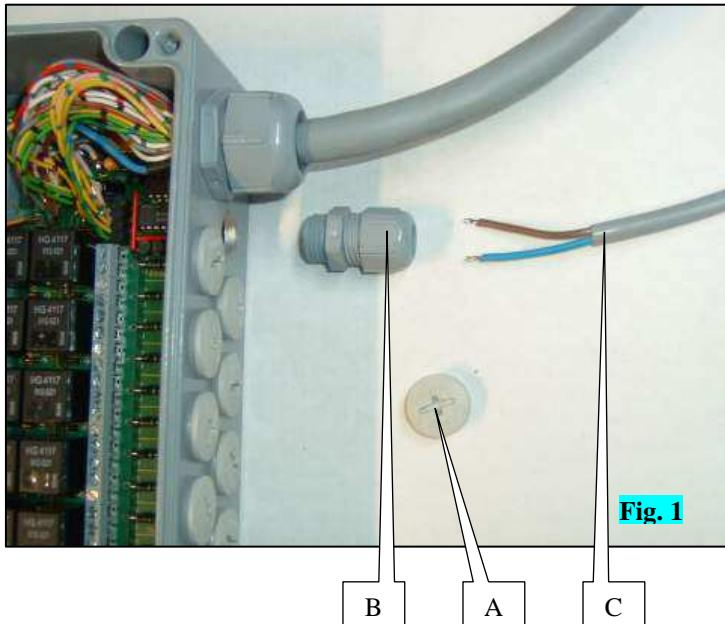

Fig. 1
- Bevestig de steun A (fig. 1) met behulp van de flens op het frame van het zaaimachine C (fig. 1), zo dicht mogelijk bij het midden van de zaaimachine.
- Bevestigen de aansluitdoos B (fig. 1) op de steun.
Iedere celkabel is uitgerust met een stekker voor in de leidingbus. De stekkers E van de leidingbus aan te sluiten op de cellen zijn vierwegstekkers en de kabels van de leidingbus zijn genummerd bij de uitgangen van de aansluitdoos F (fig. 1):
- fijar el soporte A (fig. 1) con la brida en la viga de la sembradora C (fig.
- fijar la caja de conexiones B (fig. 1) al soporte.
Cada cable de célula está equipado con una toma para conectar al mazo. Las tomas E del mazo a conectar a las células son tomas de 4 vías y los cables del mazo están numerados a la salida de la caja F (fig. 1):
Ogni cavo di cellula è fornito di una presa da collegare al fascio. Le prese E del fascio da collegare alle cellule sono prese multiple da 4 attacchi e i cavi del fascio sono numerati sull'uscita della scatola F (fig. 1):
-Enlever le bouchon A (fig. 1) correspondant au passage du câble de la coupure n°1 (coupure la plus à gauche du semoir par rapport au sens d'avancement)
-Visser le presse étoupe B (fig. 1 et 2) à la place du bouchon
-Passer le câble C (fig. 1 et 2) de la coupure n°1 dans le presse étoupe
-Remove plug A (fig. 1) corresponding to the cable raceway of cutter n°1 (cutter that is the furthest to the left of the seeder in relation to the forward direction)
-Screw in cable gland B (fig. 1 and 2) in place of the plug
-Pass cable C (fig. 1 and 2) of cutter n°1 into the cable gland
-Nehmen Sie die Kappe A (Abb. 1) des Anschlusses für das Kabel der 1. Reihenabschaltung (erste Reihenabschaltung von links der Sämaschine in Fahrtrichtung) ab.
-Schrauben Sie die Stopfbüchse B (Abb. 1 und 2) an Stelle der Kappe.
-Führen Sie das Kabel C (Abb. 1 und 2) von der Reihenabschaltung Nr. 1 in die Stopfbüchse
- Verwijder de dop A (fig. 1) die overeenkomt met de passage van de kabel van de onderbreker n°1 (onderbreking uiterst links van de zaaimachine, in de rijrichting)
- Schroef de stopbus B (fig. 1 en 2) op de plaats van de dop.
- Breng de kabel C (fig. 1 en 2) van de onderbreker n°1 in de stopbus
- Quitar el tapón A (fig. 1) correspondiente al paso del cable del corte n° 1. (el corte más a la izquierda de la sembradora respecto al sentido del avance).
- Atornillar el prensaestopas B (fig. 1 y 2) en el lugar del tapón.
- Pasar el cable C (fig. 1 y 2) del corte n° 1 por el prensaestopas.
-Rimuovere il tappo A (fig. 1) corrispondente al passaggio del cavo del taglio n°1 (il taglio più a sinistra della seminatrice rispetto al senso di avanzamento)
-Avvitare il premistoppa l B (fig. 1 e 2) al posto del tappo
-Passare il cavo C (fig. 1 e 2) del taglio n°1 nel premistoppa